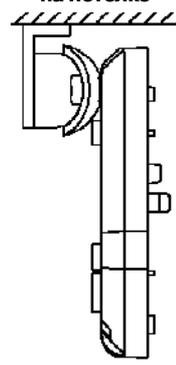

Рис. 2. Основание извещателя и кронштейн
- снимите крышку извещателя, отжав при помощи отвертки фиксатор, расположенный в нижней части основания извещателя (рис. 2);
- просверлите в основании корпуса отверстия (рис.2), которые будут использоваться для прокладки проводов и крепления извещателя;
- после крепления извещателя на кронштейне повернуть корпус извещателя в вертикальной плоскости в соответствии с выбранной высотой установки, отмерив расстояние (L) от стены до нижнего края основания при снятой крышке (рис.2, таблица 3);